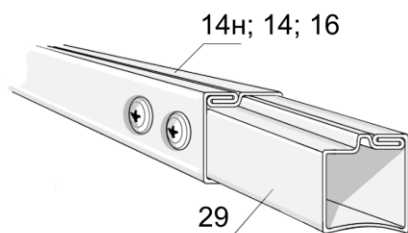
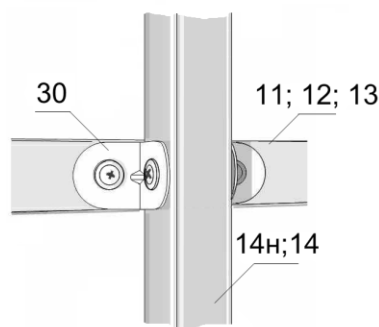

Рис. 16
Рис. 17
3.3.5. К стрингерам № 14н; 14 и №16 присоедините вставки №29 (рис.16). К стрингерам № 14н; 14;15н; 15; 16 присоедините уголки $\perp 90^\circ$ № 30 (рис. 17; 19).
3.3.7. К присоединенным к торцу стрингерам №14н и №14 присоедините арку удлинения (рис. 17).